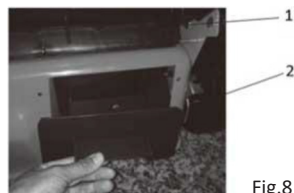

Fig.8
- Rimuovere il raccoglierba (Fig. 8 - pos. 1).
- Inserire il tappo per la mulching nell'apertura di scarico (Fig. 8 - pos. 2) e assicurarsi che sia posizionato correttamente.